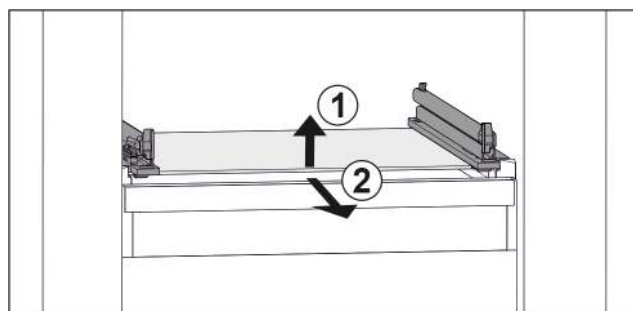

Fig. 37 Примерное отображение стеклянной пластины
- Приподнимите стеклянную пластину спереди. Fig. 37 (1)
- Извлеките стеклянную пластину движением вперед. Fig. 37 (2)